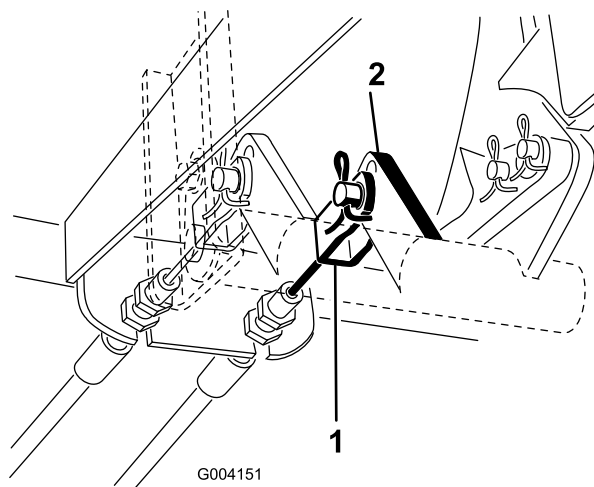

Figura 68
2. Scollegate il cavo sinistro del freno dal pedale del freno (Figura 68) e inserite il freno di stazioneamento.